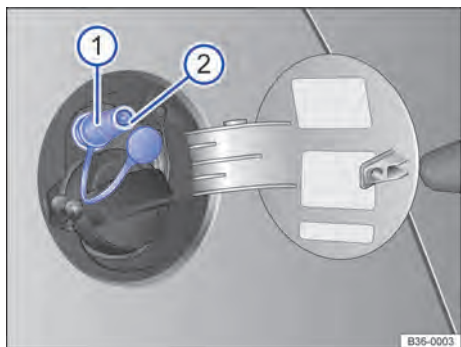

Fig. 217 Com a portinhola do tanque de combustível aberta: bocal de abastecimento de gás (1), anel de vedação do bocal de abastecimento de gás (2).
- Retirar a tampa do bocal de abastecimento de gás ⇒ Fig. 217 (1).